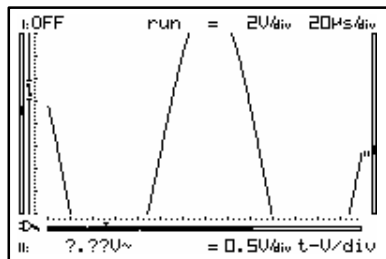

Fig 30
- If the signal goes off-screen or when the signal is too small for measurement, the readout will show ??? (see fig 30)
- Als het signaal buiten het scherm verdwijnt of te klein is voor metingen, zal de uitlezing ??? aanduiden. (Fig 30)
- Si le signal sort de l'écran, ou lorsque le signal est trop petit pour être mesuré, trois points d'interrogation ??? sont affichés. (Fig 30)
- Wenn das Signal aus dem Bildschirm verschwindet oder wenn das Signal bei dB-Messung zu klein ist, zeigt die Anzeige ??? an (Abb. 30)